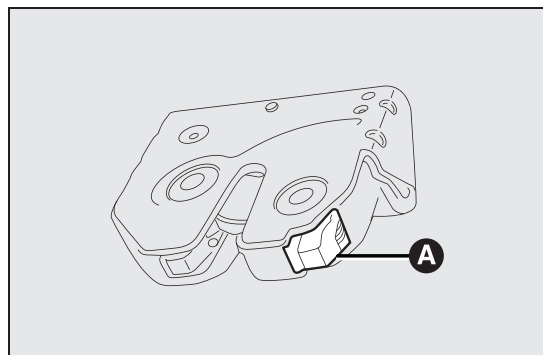

fig. 55
- ☐ om de achterklep mechanisch te ontgrendelen, moet u vanuit de bagageruimte het hendeltje A fig. 55 bedienen.